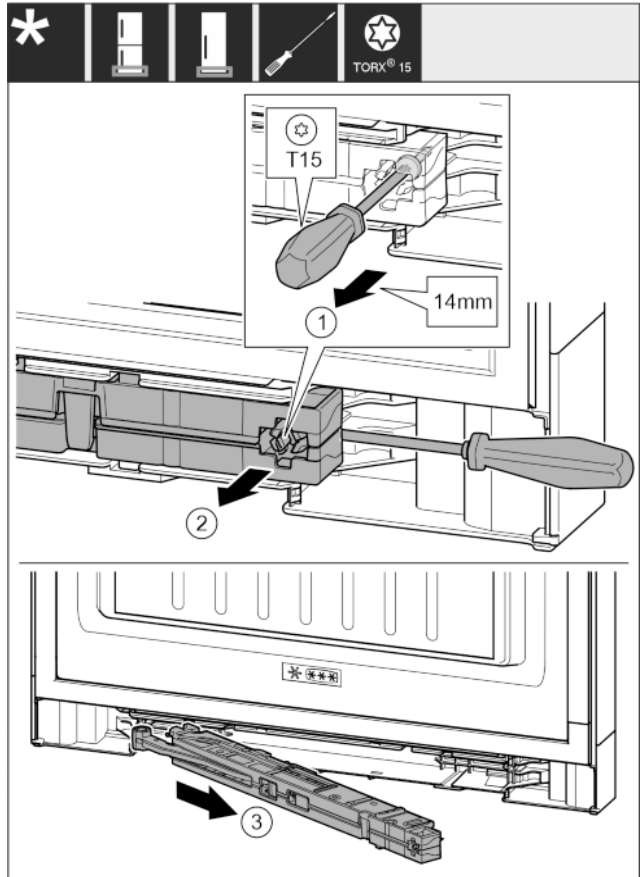

Fig. 14
- ▶ Ослабьте винт на узле амортизатора с помощью отвертки T15 примерно на 14 мм. Fig. 14 (1)
- ▶ Переместите отвертку со стороны ручки за узел амортизатора. Поверните узел вперед. Fig. 14 (2)
- ▶ Извлеките узел. Fig. 14 (3)